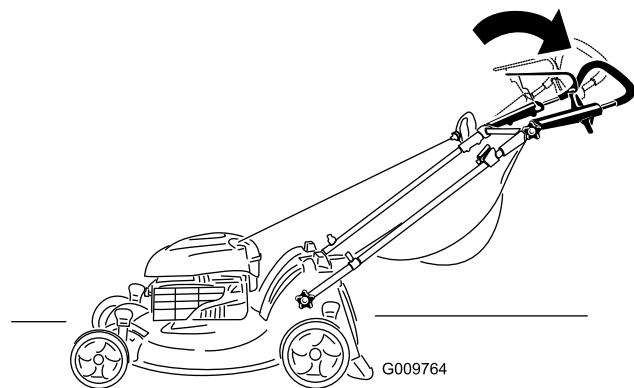

Figura 18
- Mueva el manillar superior a la posición deseada (Figura 18).